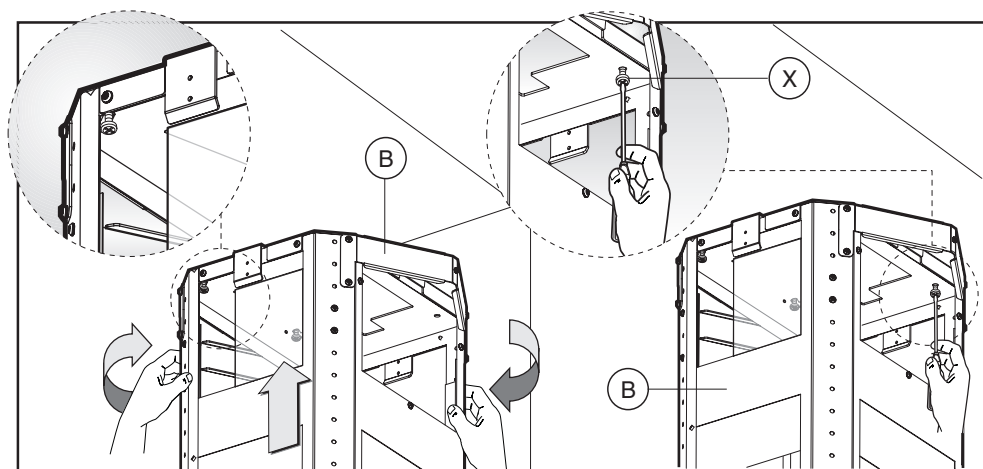

Fig.5
- Укрепить верхнюю часть прибора **B** (рис.5) на 3 ослабленных болтах в соответствии с 3 петлями. -Слегка повернуть до полного закрепления (рис.5).